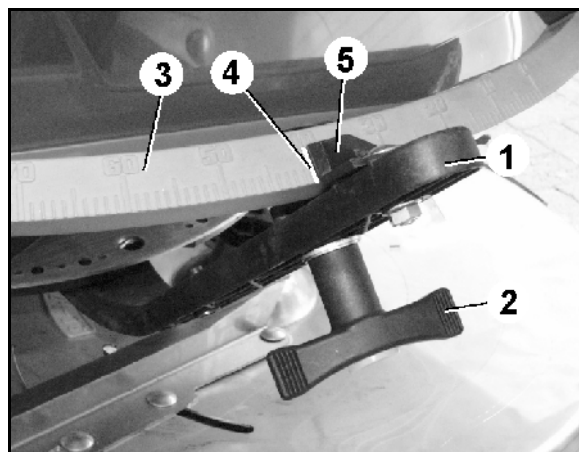

Fig. 81
Mängdinställning sker då enligt spridningstabellen med hjälp av reglerspaken (Fig. 81/1).
2. Lossa vingskruven (Fig. 81/2).
3. Leta upp erforderlig spjällställning på skalan (Fig. 81/3).
4. Ställ in avläsningskanten (Fig. 81/4) från reglerspakens visare (Fig. 81/5) på skalvärdet.
6. Dra åt vingskruven (Fig. 81/2) ordentligt.